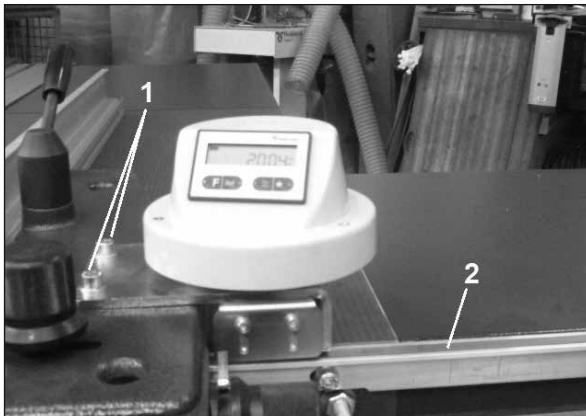

Fig.25
Plaats het alu-profiel (2) met de magneetstrip op 1 mm onder het tafelloppervlak. (fig 25)